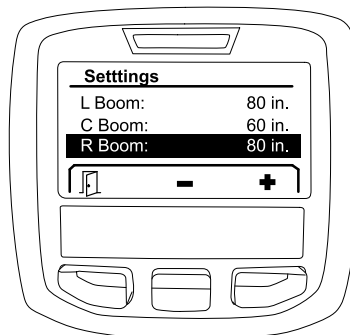

图16
2. 使用中间选择按钮或右侧选择按钮增大或减小所选打药机喷洒臂段的宽度图 16。